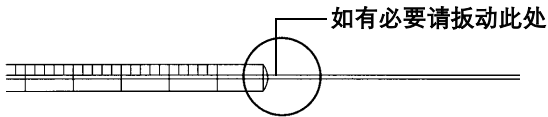

图 40 检查注射器
- 1 在清洁平滑表面的边缘滚动注射器。如果针尖的运动轨迹是一个圆，请稍稍扳动轴（靠近轴与注射器套管的连接位置），使其与套管保持一条直线，然后重新检查。请参阅图 40。